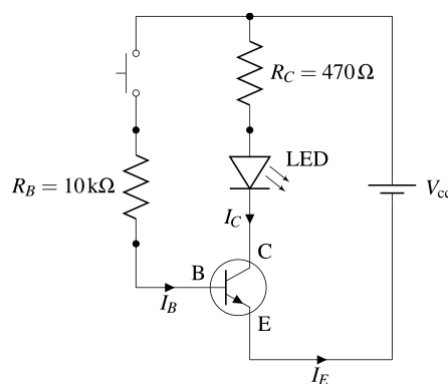

Figura 1: Circuito interruptor simples.
1. Efetue a montagem do circuito da Figura 1 com um LED em série com o terminal coletor do circuito. Substitua o interruptor por um pedaço de fio que você possa conectar e desconectar.